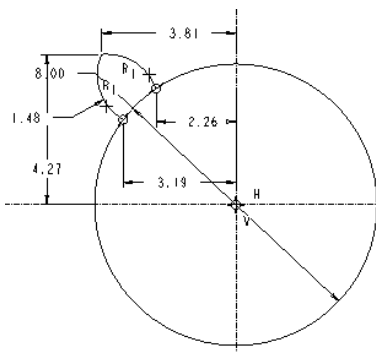
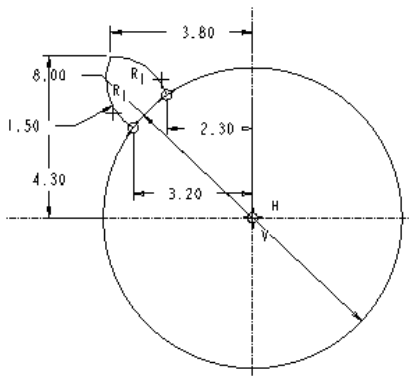

图 3-84 标注尺寸
图 3-85 修改尺寸
(6) 单击工具栏中的“标注尺寸”按钮，标注如图 3-84 所示的各个尺寸。
(7) 单击工具栏中的“修改尺寸”按钮，选择图 3-84 所示的所有尺寸值，将以上所标注的尺寸修改为如图 3-85 所示的值。